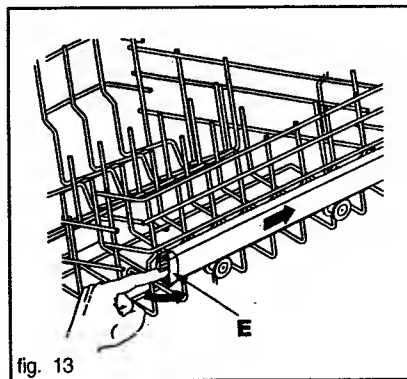
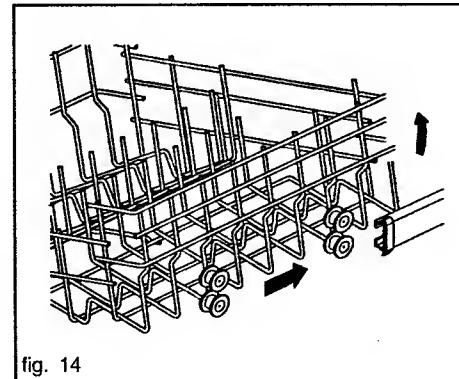

fig. 13
fig. 14
Tirer le panier à fin de course, tourner de 90° l'arrêt (E) de la glissière droite (fig. 13), pousser la glissière à l'intérieur de la machine et introduire (après avoir levé le panier) les deux roues plus basses dans la glissière (fig. 14); remettre l'arrêt dans la position de départ.